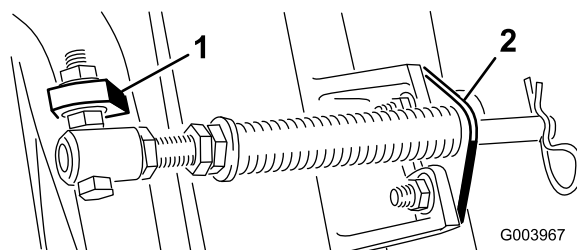

Рисунок 5
- С. Установите болт трубки пружины на противоположный выступ несущей рамы и закрепите фланцевой гайкой. Головку болта следует расположить по направлению к наружной стороне выступа, как показано на Рисунок 5.
- Д. Присоедините кронштейн штока к выступам режущих блоков с помощью каретных болтов и гаск (Рисунок 5).